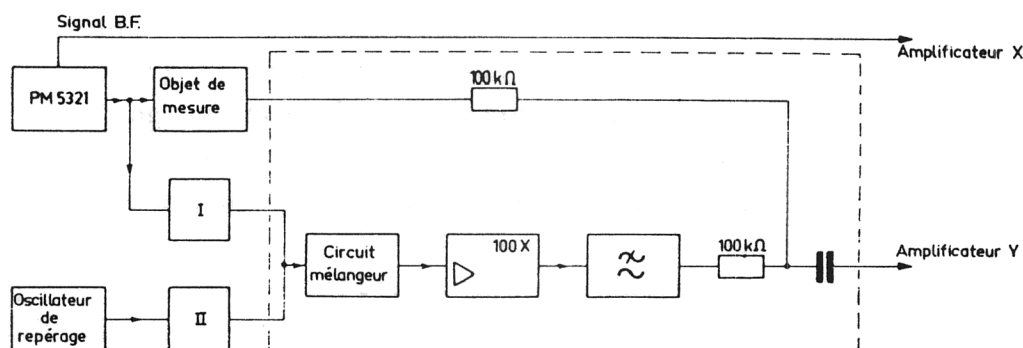
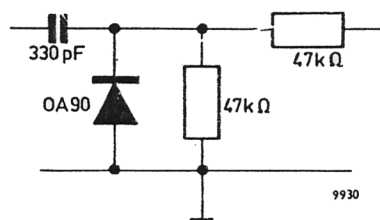
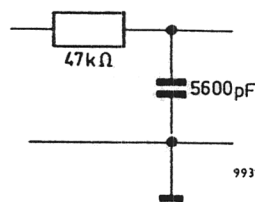

Fig. 6. Production des repères de fréquence
Fig. 7. Circuit mélangeur
Fig. 8. Filtre passe-bas
La figure 6 donne un aperçu schématique du principe. La manière dont se produit la courbe de réponse a déjà été décrite précédemment. Les signaux du générateur PM 5321 et de l'oscillateur de marquage sont transmis à une diode changeuse de fréquence par l'intermédiaire des étages de séparation I et II. Le signal à l'entrée du circuit mélangeur (fig. 7) est donc formé par la superposition du signal FM du PM 5321 (à fréquence centrale  $f_1$  de 10,7 MHz) et par le signal non modulé de l'oscillateur de marquage (à fréquence  $f_2$  se trouvant dans la gamme du PM 5321). Ces deux signaux fournissent à la sortie de la diode changeuse de fréquences des produits de mélange dont les composantes de fréquence sont formées entre autres par  $f_1$ ,  $f_2$ ,  $(f_1 + f_2)$  et  $(f_1 - f_2)$ . Derrière le circuit mélangeur de fréquence sont montés un amplificateur B.F. et un filtre passe-bas (fig. 8), qui ne laisse passer que la composante à la fréquence différentielle. Dès que les fréquences des deux signaux se rapprochent suffisamment, leur différence fournit une composante B.F. qui sera transmise par la combinaison amplificateur/filtre. Au moment où les deux fréquences ont la même phase et la même amplitude, leur différence est nulle. Un instant plus tard, les fréquences diffèrent à nouveau l'une de l'autre, et il se forme à nouveau une composante B.F. On s'attendrait donc à ce que l'impulsion obtenue ait la forme représentée sur la fig. 9.
Les étages séparateurs I et II (fig. 6) assument une double fonction. Tout d'abord, ils préviennent une éventuelle influence mutuelle des générateurs et ensuite, ils empêchent l'application du signal de l'oscillateur de marquage à l'appareil à contrôler. A cet effet, les meilleurs résultats seront obtenus à l'aide de tubes à charge cathodique ou de transistors à charge d'émetteur. Dans de nombreux cas, une suppression complète des signaux indésirables n'est pas absolument nécessaire et ce tube à charge cathodique ou ce transistor à charge d'émetteur peuvent être remplacés par les résistances de  $330 \Omega$ .
- L'amplificateur GM 4574, comprenant la partie encadrée sur la fig. 6, sauf le circuit mélangeur. La largeur de bande de cet amplificateur doit être réglée à "1-1000 Hz".